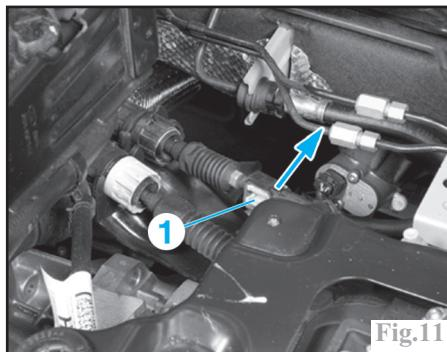

Fig.11
Déverrouiller le mécanisme de réglage (1) du câble de sélection (Fig.11). Le câble se positionne automatiquement à la bonne longueur.